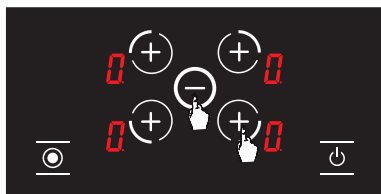

Рисунок 23
2. Одновременно нажмите кнопку выбора передней правой конфорки (⊕) и кнопку минуса (⊖) (см. Рис. 23), вы услышите короткий звуковой сигнал. Затем поднимите пальцы с панели управления плиты.